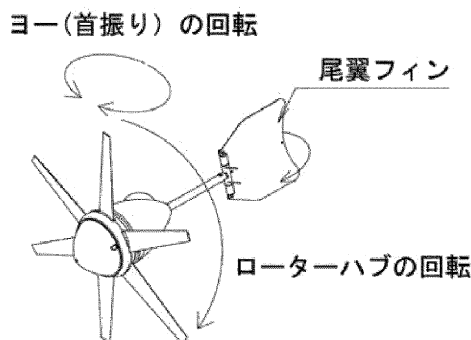

図1. 動作確認
- ① 点検作業の前に、風力発電機が地上に下ろされているか、ローターが回転していない状態に保たれているようにしてください。
- ② 次のいずれかの方法によりローターの回転を停止してください。
- ③ 風力発電機が止まっているとき、次の項目を点検してください。
- ・ローターハブとヨー（首振り）の回転は滑らかか。（図1）
- ・尾翼フィンが自由に動くか。（図1）